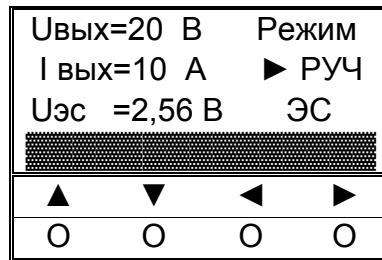

Рисунок 18
5. С помощью кнопок управления «◀», «▶» установить ползунок в крайнее правое положение, проконтролировать значения параметров: $U=18...22\text{В}$, $I=2,5...2,6\text{А}$ (рисунок 18).